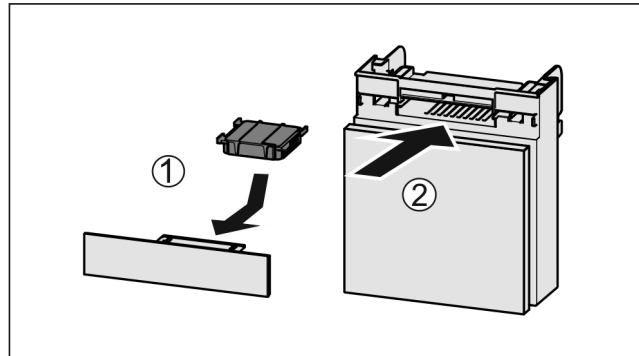

Fig. 112
- ▶ Вставити фільтр з активованого вугілля за малюнком Fig. 112 (1).
- ▶ Вставити відділення Fig. 112 (2).